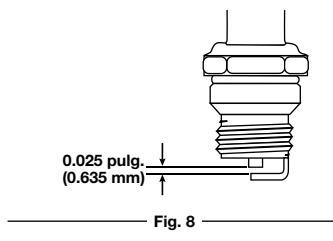

Fig. 8
4. Ajuste la abertura de la bujía conforme a las especificaciones, utilizando un calibrador de hoja (Fig. 8).